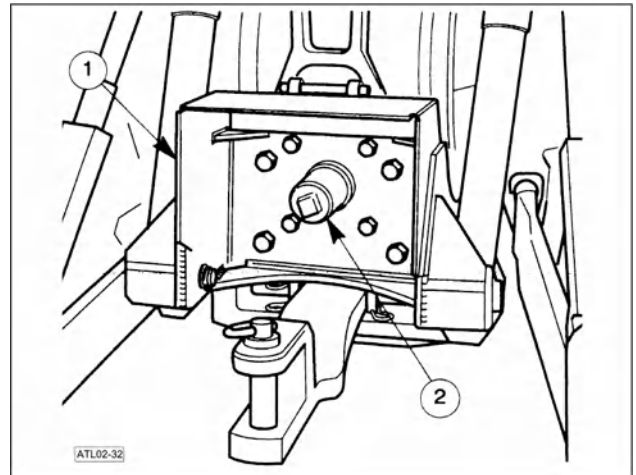

Рис. 2-38
- Убедитесь, что кожух ВОМ (1) и неподвижная крышка вала (2) установлены на место, когда вал отбора мощности не используется (рис. 2-38).